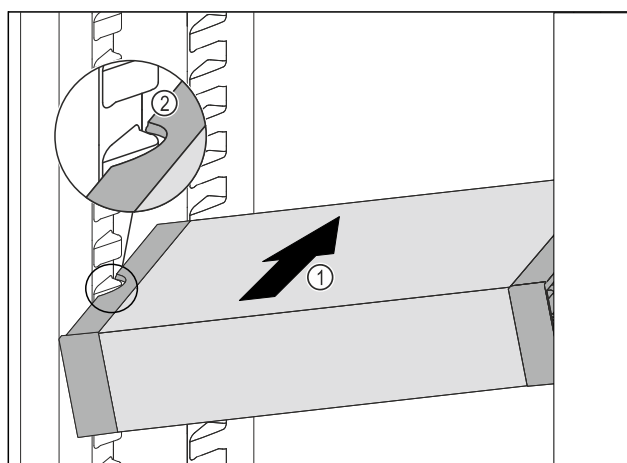

Fig. 74
- VarioSafe zasúvajte šikmo do chladničky Fig. 74 (1), kým sa bočné vybrania Fig. 74 (2) VarioSafe nebudú nachádzať vo výške rebra nádoby v chladničke.